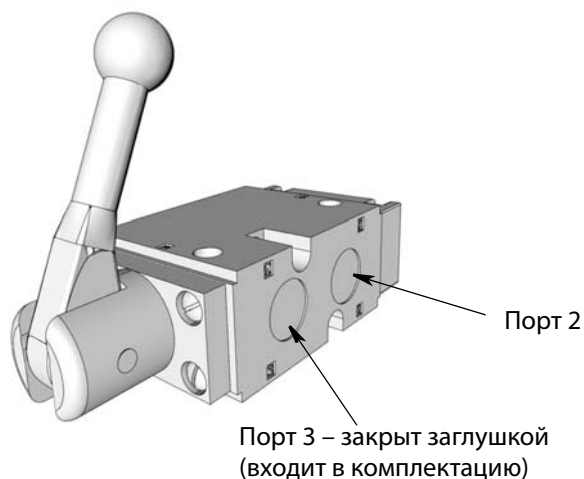

FIG. 14
- b. Подключите порт 2 к воздушному двигателю барабана (FIG. 14).